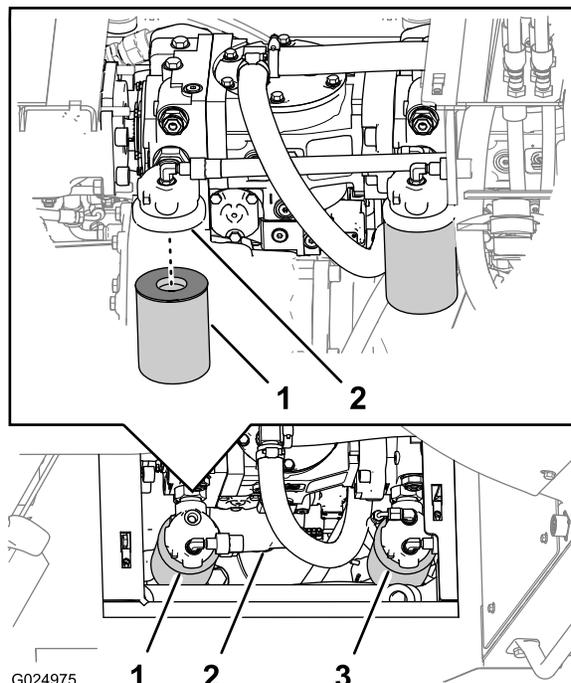

Figure 111
**Remarque:** Vous pouvez accéder au filtre de charge hydraulique sous le côté droit de la machine, derrière le réservoir hydraulique (Figure 111).
- Placez un bac de vidange sous le filtre de charge hydraulique (Figure 111).
- Tournez le filtre de charge hydraulique dans le sens antihoraire et déposez-le (Figure 111).